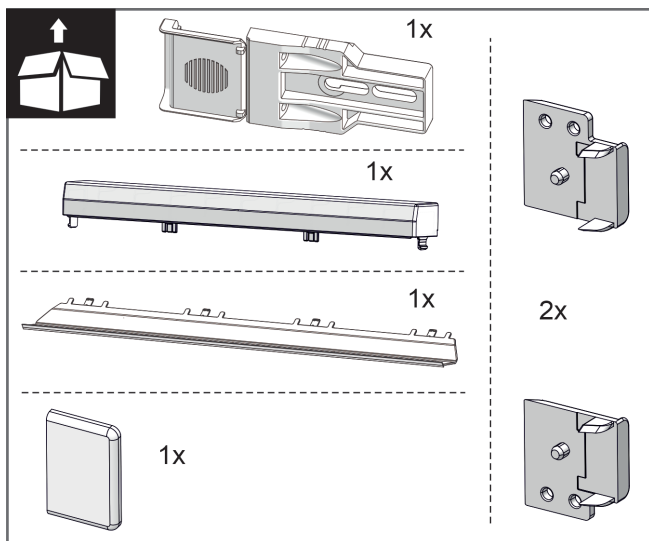
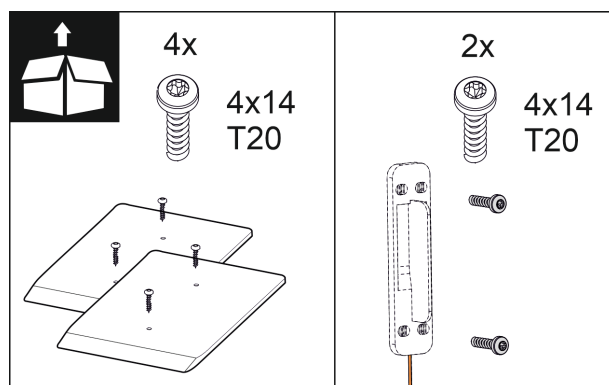

Fig. 10
Fig. 16
2. Controllo degli elementi di montaggio nella confezione. Da Fig. 10 () a Fig. 16 ()
Elementi di montaggio nella confezione da Fig. 10 () a Fig. 16 ()